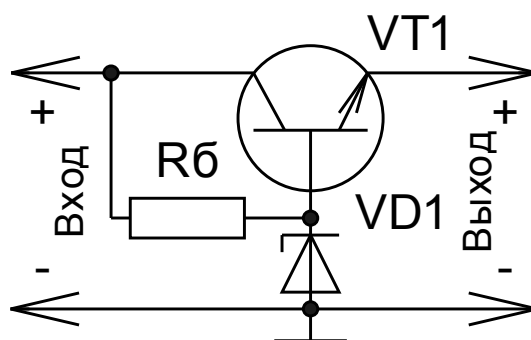

Рис. 3. Принципиальная схема транзисторного фильтра, обладающего стабилизирующими свойствами.
4. Транзисторные фильтры не стабилизируют постоянной составляющей выпрямленного напряжения, и напряжение на нагрузке изменяется соответственно изменению входного напряжения выпрямителя. Если вместо конденсатора C_b в активный фильтр включить стабилитрон, обладающий малым динамическим сопротивлением, то устройство (смотрите рис. 3) будет не только сглаживать пульсацию напряжения, но и стабилизировать выходное напряжение, поддерживая напряжение на нагрузке неизменным с определённой степенью точности [4, с. 72].